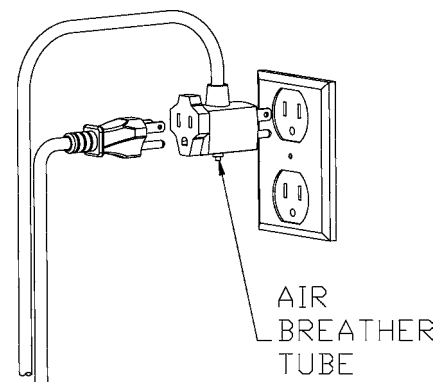

FIGURE 4 - 115V INSTALLATION
1. The RS-5 115V switch is supplied with a three prong piggyback plug/receptacle on the cord and must be used with pumps that have three prong plugs. This connection is illustrated in Figure 4. The third prong is to ground the pump to prevent possible electrical shock hazard. Do not remove the third prong from the plug. The receptacle should be a properly grounded, grounding-type receptacle.
1. L'interrupteur RS-5 de 115 V est fourni avec un cordon muni d'une fiche/prise de courant jumelle à trois broches. Il ne peut être utilisé qu'avec des pompes munies de fiches à trois broches. Ce raccordement est illustré à la Figure 4. La troisième broche sert à mettre la pompe à la terre afin d'éviter tout danger de choc électrique. Ne pas enlever la troisième broche de la fiche. La prise de courant doit comporter trois broches dont une mise à la terre.